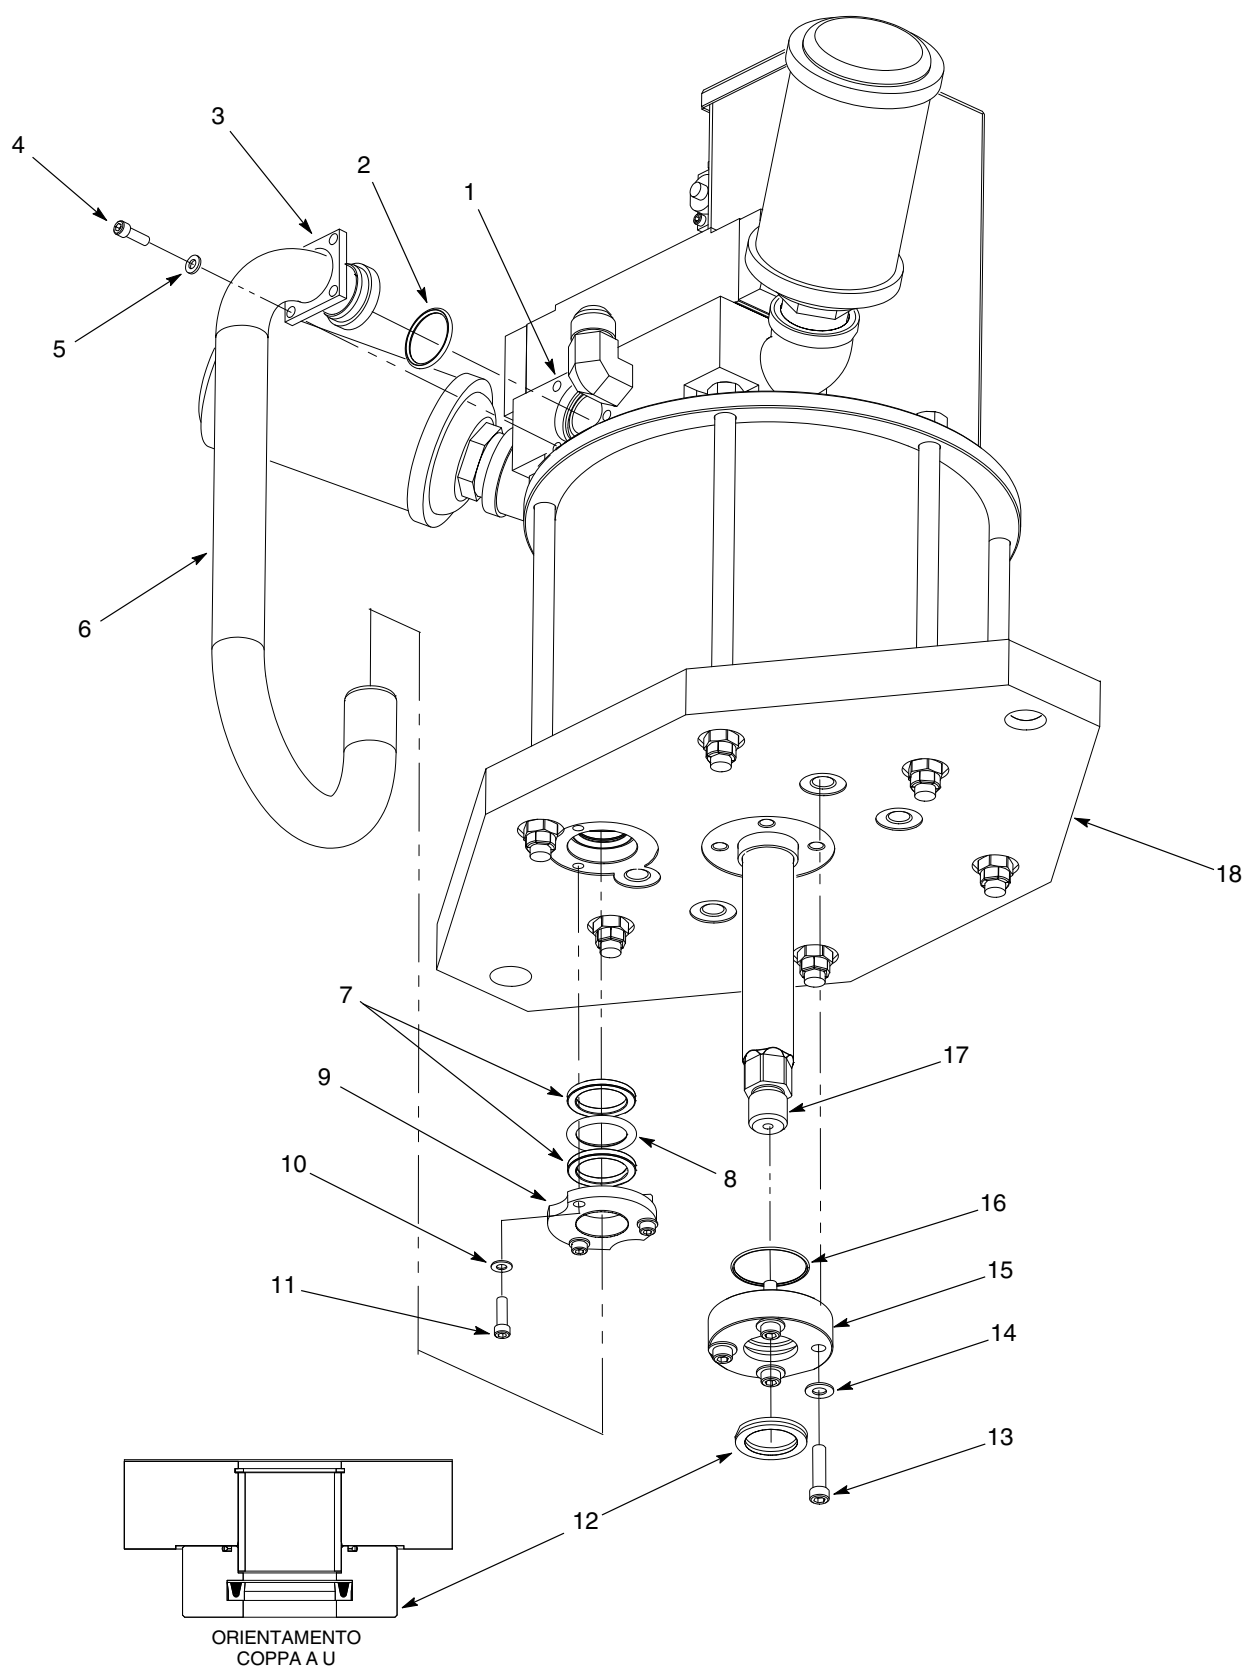

Figura 10 Sostituzione delle guarnizioni e degli anelli della piastra di base
1. Vedi figura 10. Togliere le viti (4) e le rondelle (5) che fissano il ritegno del tubo di alimentazione superiore (3) al collettore aria (1).
2. Togliere le viti (11) e le rondelle (10) che fissano il ritegno del tubo di alimentazione inferiore (9) alla piastra di base (18).
3. Rimuovere il tubo di alimentazione (6) dal collettore aria (1) e dalla piastra di base (18).
5. Togliere l'o-ring (2) dal collettore aria (1). Rimuovere i quad-ring (7) e gli o-ring (8) dalla piastra di base (18). Gettare via i quad-ring e gli o-ring.
1. Vedi figura 10. Lubrificare i quad-ring (7) e gli o-ring (8) con grasso TFE. Installare i quad-ring e gli o-ring nella piastra di base (18) come illustrato.
2. Installare il ritegno inferiore sulla piastra di base (18) usando rondelle (10) e viti (11). Stringere le viti solo a mano.
3. Lubrificare l'o-ring del collettore aria (2) con grasso TFE e montarlo nel collettore aria (1).
4. Installare il ritegno superiore (3) sul tubo di alimentazione aria (6).
5. Inserire con attenzione la parte inferiore del tubo di alimentazione aria (6) attraverso il ritegno inferiore (9) fin dentro la piastra di base (18).
6. Inserire con attenzione la parte superiore del tubo di alimentazione aria (6) nel collettore aria (1).
7. Fissare il ritegno superiore (3) al collettore aria (1) usando le viti (4) e le rondelle (5). Serrare le viti a 10-365,76 cm-lb (13-16 N•m).
8. Serrare le viti del ritegno inferiore (11) a 10-365,76 cm-lb (13-16 N•m).
1. Vedi figura 10. Togliere le viti (13) e le rondelle (14) che fissano il ritegno dell'asta del pistone (15) alla piastra di base (17).
2. Rimuovere l'o-ring (16) e la coppa ad U (12) dal ritegno dell'asta del pistone (15). Gettare via l'o-ring e la coppa ad U.
3. Lubrificare il nuovo o-ring (16) e la coppa ad U (12) con grasso TFE. Inserire l'o-ring e la coppa ad U nel ritegno dell'asta del pistone (15) come illustrato.
4. Montare il ritegno dell'asta del pistone (15) sulla piastra di base (17) usando le viti (13) e le rondelle (14). Serrare le viti a 22-25 ft-lb (30-33 N•m).